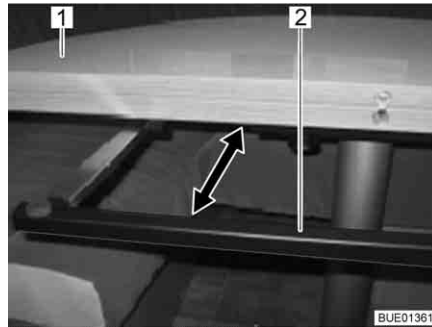

Fig. 96 Étrier de support
- Ouvrir jusqu'en butée l'étrier de support (Fig. 96,2) sous le plateau de table (Fig. 96,1).